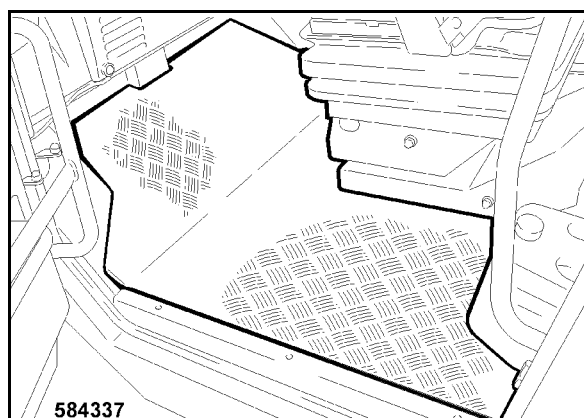

Bild 185
- Pane matto 1 (Bild 185) paikoilleen.